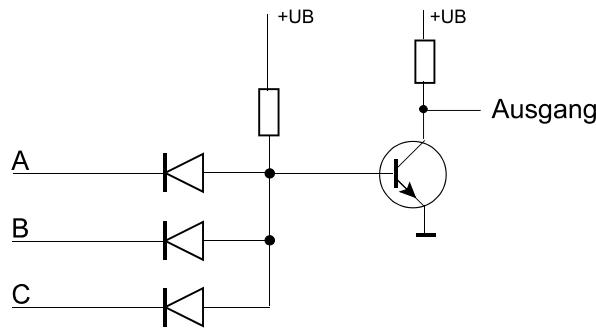

Abb. 7
10. Was soll die Schaltung von Abb. 7 eigentlich leisten? (5 Punkte)
11. Wird die Schaltung von Abb. 7 wirklich zuverlässig arbeiten? Erläutern Sie ggf. kurz das Problem und schlagen Sie eine Lösung vor. (10 Punkte)